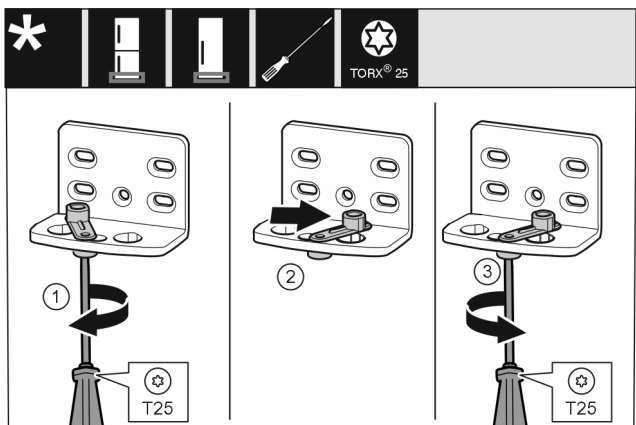

Fig. 12
- ▶ 将螺钉 Fig. 12 (1) 用螺丝刀拧松。
- ▶ 将关门辅助装置 Fig. 12 (2) 提起并向右 90° 转入钻孔。
- ▶ 将螺钉 Fig. 12 (3) 用螺丝刀拧紧。